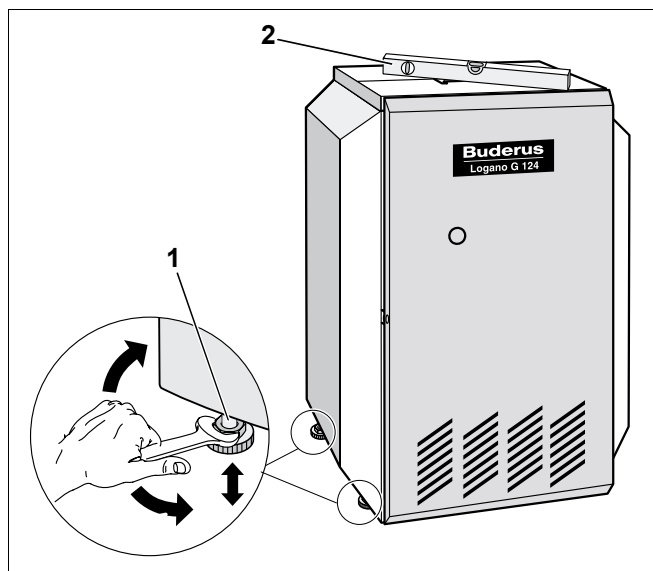

Рис. 7 Выравнивание отопительного котла опорными болтами
- По необходимости закручивайте или выкручивайте опорные болты (рис. 7, поз. 1), чтобы с помощью уровня выровнять котел как в горизонтальной, так и в вертикальной плоскостях (рис. 7, поз. 2).